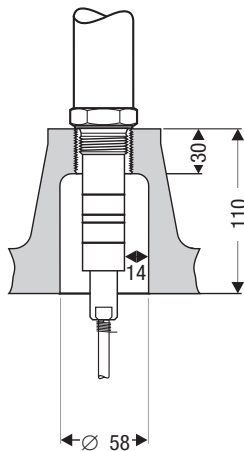
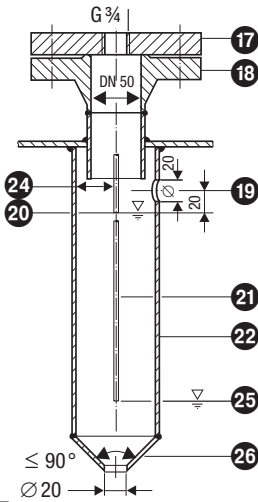
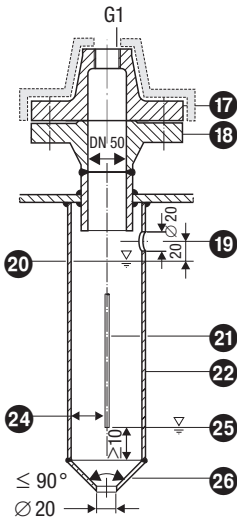

Fig. 10
Fig. 15
Fig. 19
- Die Mindestabstandsmaße müssen beim Einbau der Niveauelektrode beachtet werden! **Fig. 6, Fig. 10, Fig. 15, Fig. 19**